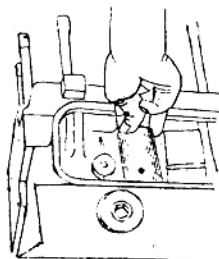

图 1-7 挺柱的拆装示意图
(5) 拆下机体下侧盖板 and 上侧盖板,并取出挺柱,如图 1-7 所示。